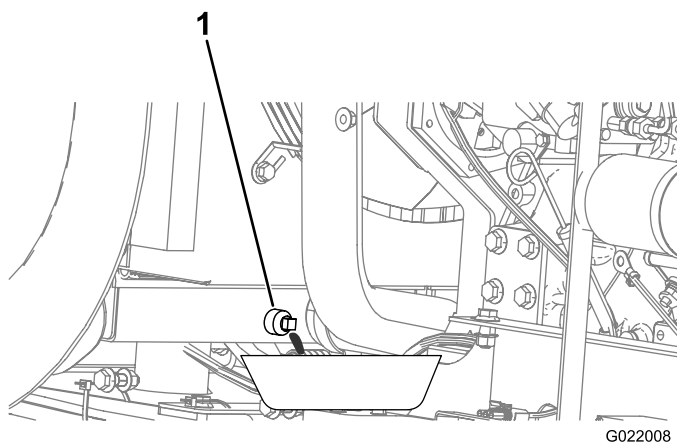

Figura 140
5. Coloque un recipiente debajo del tapón de vaciado (Figura 140).
8. Cierre el tapón de vaciado (Figura 140).
- C. Cierre el tapón de vaciado (Figura 140).
- H. Cierre el tapón de vaciado (Figura 140).